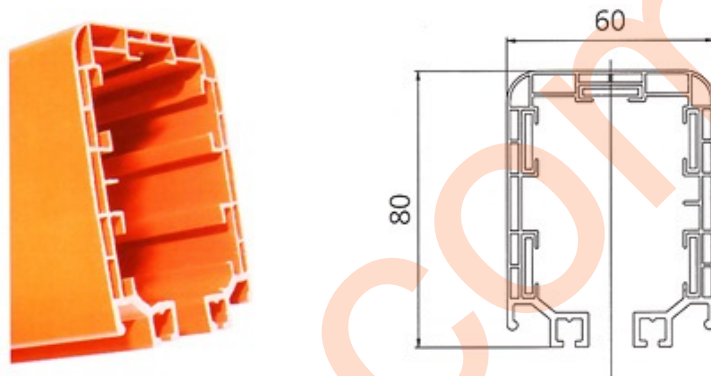

Рисунок 2 - Обиций вид профиля.
3.1. Характеристика профиля с непрерывной медной полосой (см.рис. 2):